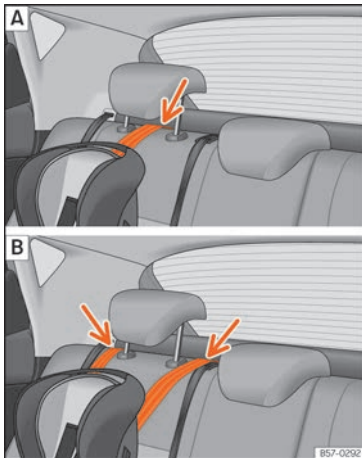

Abb. 28 Rücksitze: Einstellung und Einbau je nach Top Tether-Gurt.
- Führen die den Gurt unter der Kopfstütze des Rücksitzes durch »» **Abb. 28** (in Abhängigkeit der Gebrauchsanweisungen des Kindersitzes ggf. Kopfstütze anheben oder entfernen).